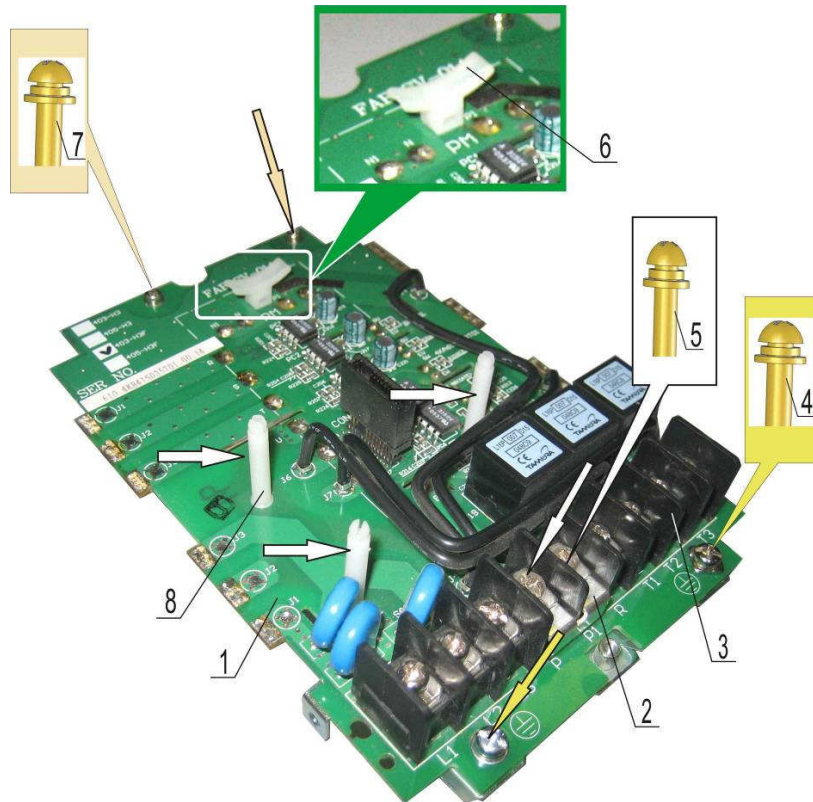

Рис. 6.14
6.10.1. Выкрутить два винта (5) крепления перемычки ПП1 (2) к клеммнику (3) (рис. 6.14). Демонтировать перемычку. Положить винты и перемычку в тару.
6.10.2. Выкрутить два винта (4) и два винта (7) крепления платы драйверов (1) (рис. 6.14). Положить винты в тару.
6.10.3. Демонтировать держатель (6) (рис. 6.14), сжав с обратной стороны платы фиксаторы. Положить держатель в тару.
6.10.4. Демонтировать три стойки (8) (рис. 6.14), сжав с обратной стороны платы фиксаторы стоек. Положить стойки в тару.